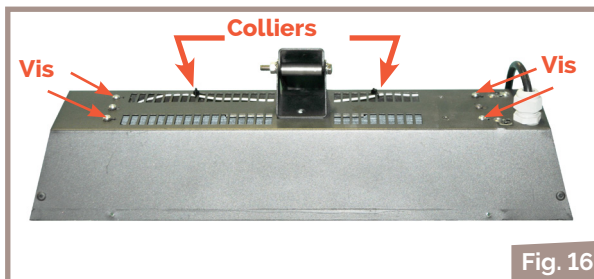
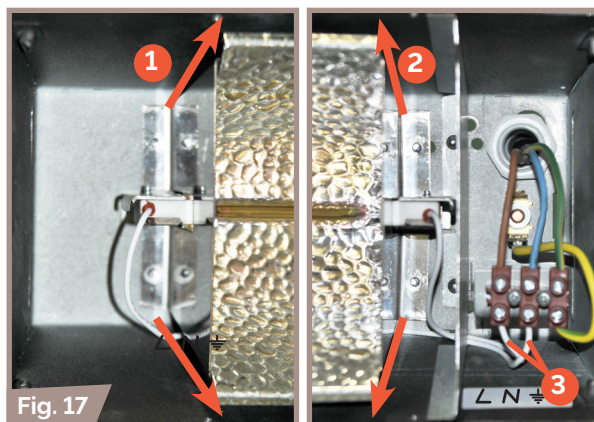

Fig. 16
Fig. 17
2. Retirer les vis des réflecteurs latéraux à l'arrière de l'appareil et couper les colliers (Fig. 16).
3. Retirer les réflecteurs latéraux en les faisant coulisser (Fig. 16 ① et ②) et débrancher les fils de la lampe au niveau du bornier (Fig. 17 ③).